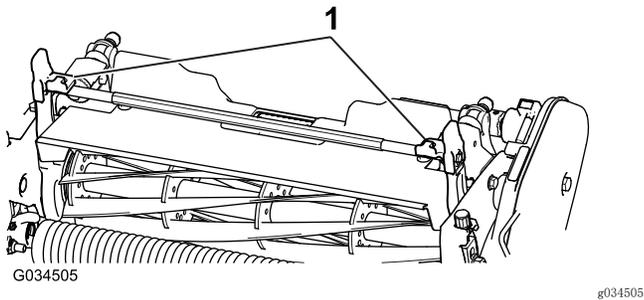
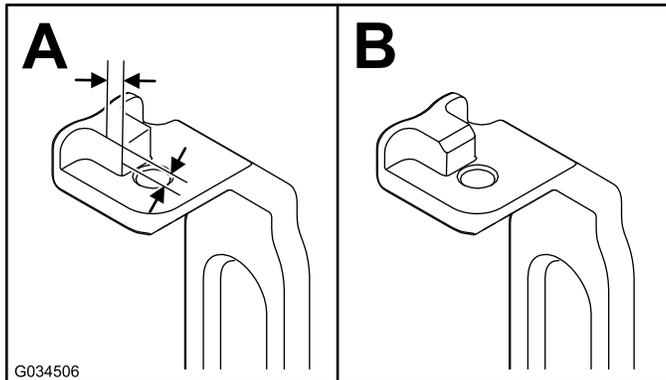

图3
图4
2. 找到两个旋转臂（图3），如图4所示，在凸耳上测量出 2.3mm，对棱角进行打磨。